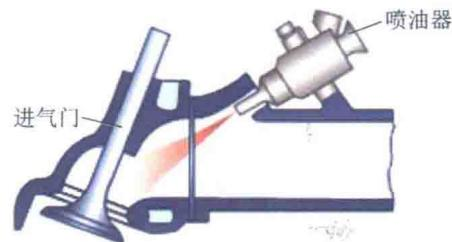

图 0-9 缸外喷射
(2) 缸外喷射：如图 0-9 所示，通过喷油器将具有一定压力的汽油喷射到进气歧管内相应的部位。现在汽油车发动机多采用这种喷射形式。